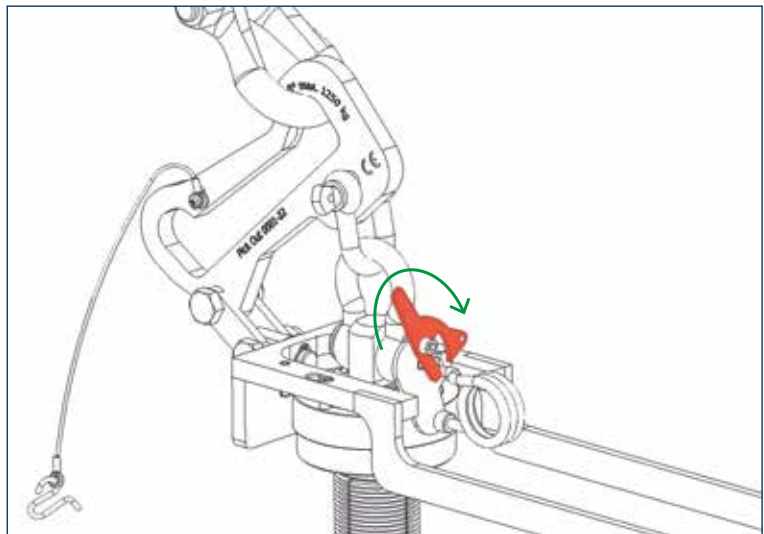
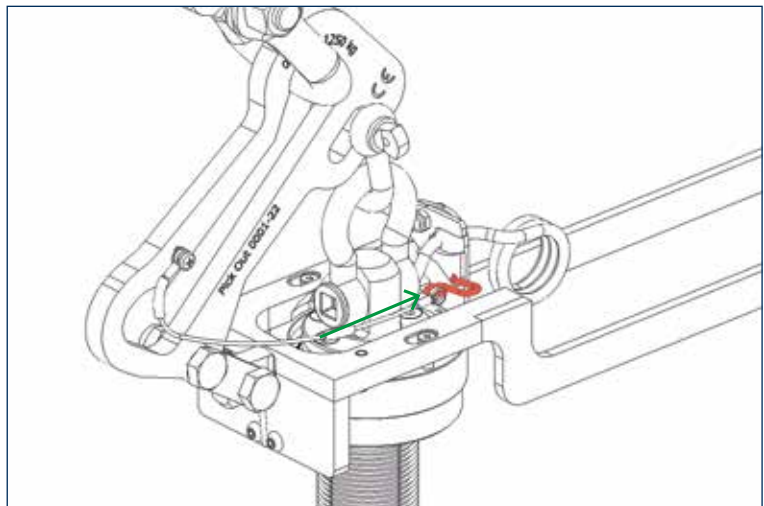

Bild 3
Bild 4
- e) Fjäderspärren ska aktiveras för varje lyftprocess. Rör spaken enligt Bild 3 i den föreskrivna riktningen och för in spärrplinten. Viktigt att den stora schackeln är inom området för lyftpositionen.
Fjäderspärren ska aktiveras för varje lyftprocess. Rör spaken enligt Bild 3 i den föreskrivna riktningen och för in spärplinten enligt Bild 4. Viktigt att den stora schackeln är inom området för lyftpositionen.